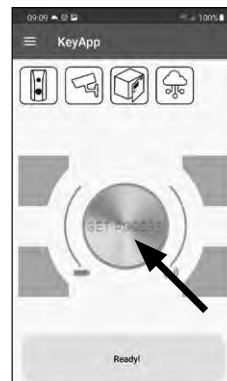

Abb. 81
- 1 Öffnen Sie die secuENTRY KeyApp und drücken Sie den „GET ACCESS“ Button in der Mitte (Abb. 81).